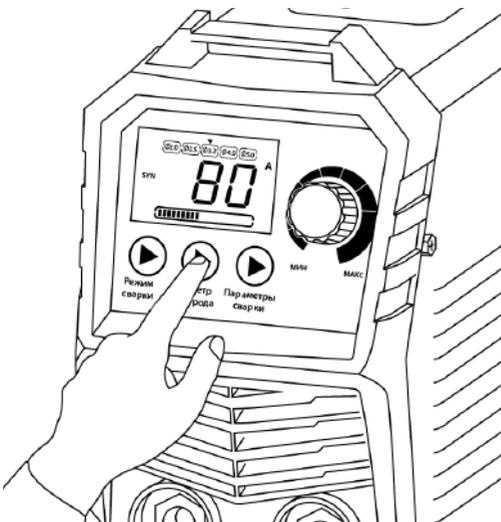
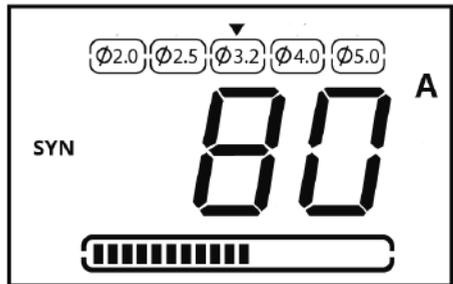

Рис. 9.1.3. Выбор диаметра электрода.
Рис. 9.1.4. Диаметр электрода выбран.
2. Выберите необходимый диаметр электрода (см. рис. 9.1.3). Например: на рис. 9.1.4 выбран диаметр электрода 3,2 мм. Выбранный диаметр электрода выделяется треугольником вверх.